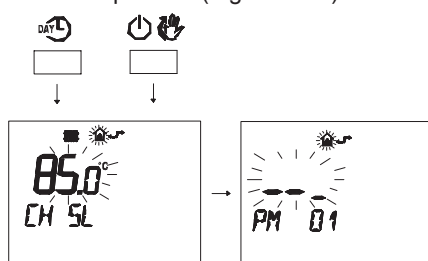

Figura 5.51
- Premere contemporaneamente i pulsanti **DAYL** e **P** per entrare nella programmazione trasparente (Figura 5.51).